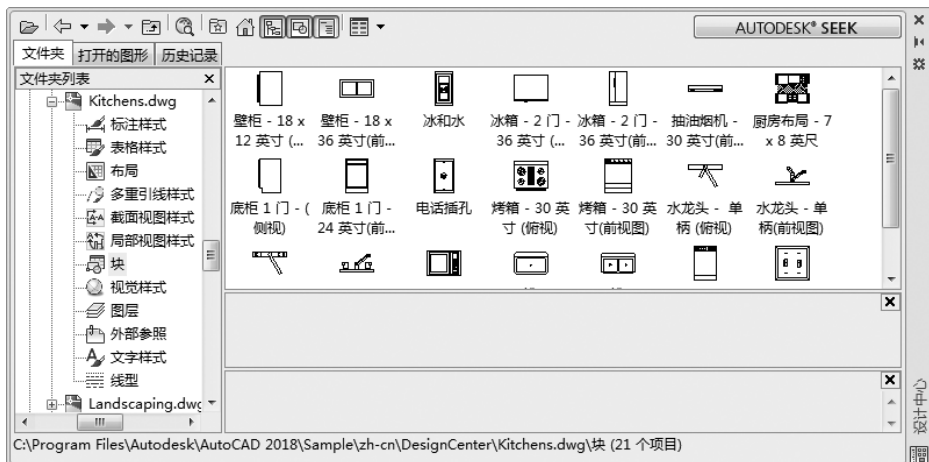

图 7-110 双击“Kitchens.dwg”文件
(2) 双击左侧的“Kitchens.dwg”, 打开如图 7-110 所示的窗口; 单击选项板左侧的块图标, 出现如图 7-110 所示的厨房设计常用的燃气灶、水龙头、橱柜和微波炉等模块。